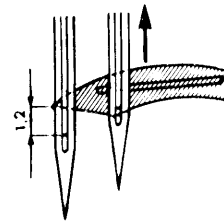

fig. 5
- Controllare che la punta del crochet, nella sua corsa verso sinistra, quando è a filo della tangente sinistra dell'ago esterno, si trovi a mm. 1,2 al di sopra della tangente superiore del foro dell'ago esterno (fig. 5).